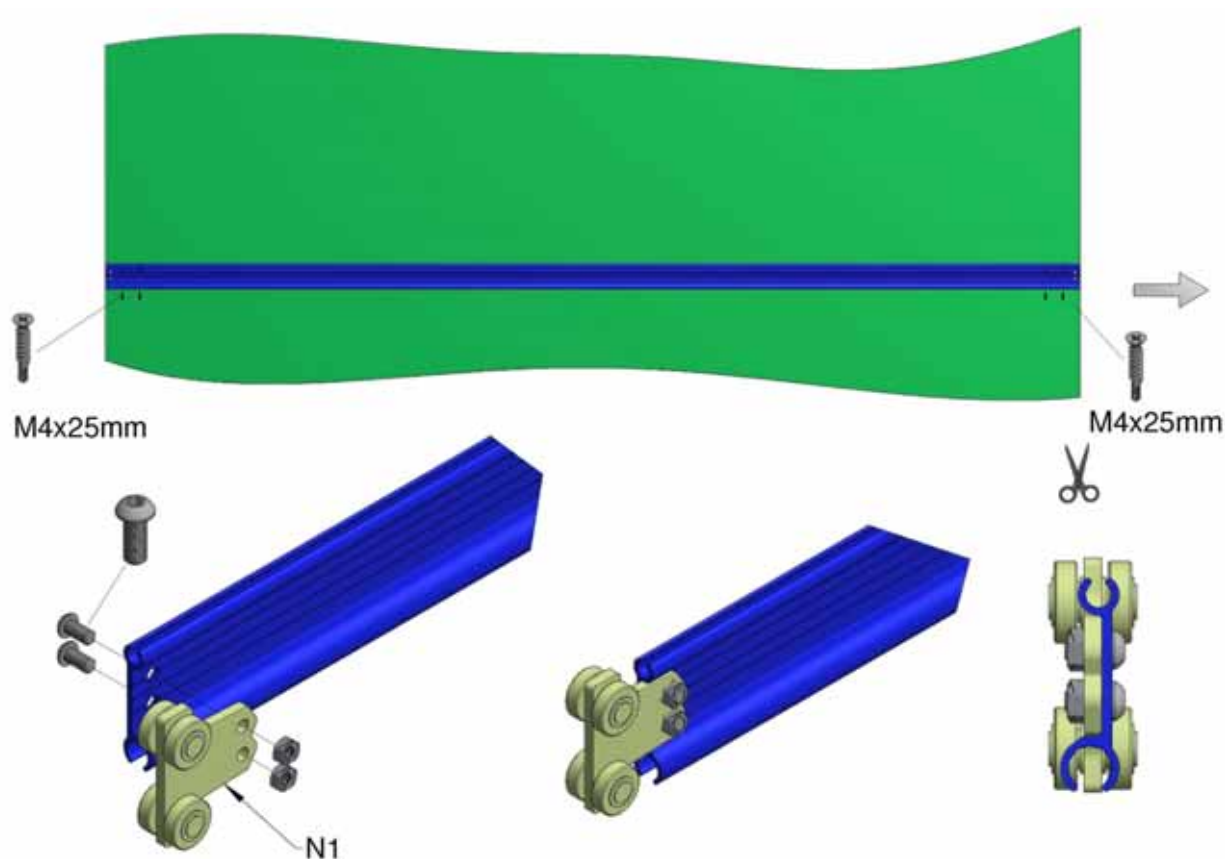

Abbildung 9: Fixierung des Netzes
7. Schieben Sie das zweite Segment und die Zugstange über die Baugruppe. Richten Sie das Segment bündig mit dem Ende der ersten Zugstange aus. Fixieren Sie es mit Senkschrauben vom Typ M4 x 25 mm. Spannen Sie am anderen Ende das Segment, um jegliche Falten zu entfernen. Fixieren Sie es mit den Schrauben vom Typ M4 x 25 mm, wie in Abbildung 9 dargestellt. Wiederholen Sie den Vorgang mit der nächsten Zugstange und schneiden Sie das Segment auf die richtige Länge zurecht.
8. Befestigen Sie mithilfe der Hutschrauben und Muttern vom Typ M8 x 16 eine Laufrolle (N1) an jedem Ende der Zugstange. Stellen Sie sicher, dass die Laufrollen gemäß der Abbildung 9 montiert werden.